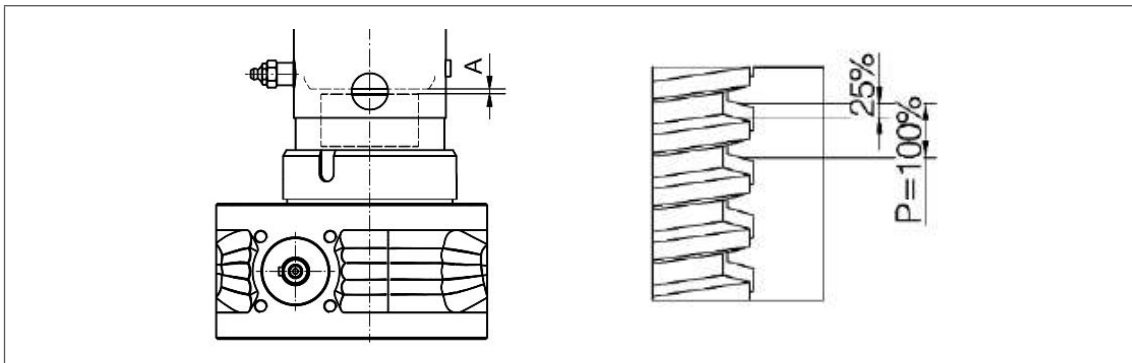

Abb. 16: Sicherheitsfangmutter SIFA: Maß „A“ für Vergleich bei Verschleißprüfung
3. Falls eine Sicherheitsfangmutter SIFA vorhanden ist. Maß „A“ messen und notieren (siehe Abb. 16). Dieses Maß im Neuzustand dient im weiteren Betriebsverlauf als Vergleichsmaß und ist notwendig, um später den Verschleiß beurteilen zu können (siehe Kapitel 7.1.1., Seite 28).
- 3. Falls eine Sicherheitsfangmutter SIFA vorhanden ist: Verschleiß gemäß Abb. 16 prüfen.